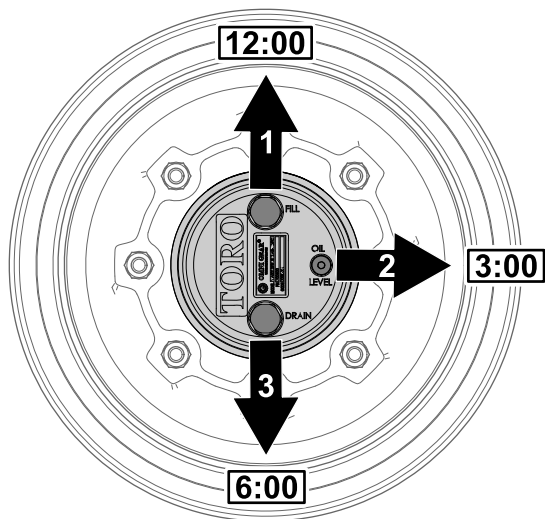

Bild 72
1. Parken Sie die Maschine auf einer ebenen Fläche und positionieren Sie das Rad so, dass die Füllschraube auf 12 Uhr, die Prüfschraube auf 3 Uhr und die Ablassschraube auf 6 Uhr steht (Bild 72).
2. Entfernen Sie die Prüfschraube, die auf 3 Uhr steht (Bild 72).
1. Parken Sie die Maschine auf einer ebenen Fläche und positionieren Sie das Rad so, dass die Füllschraube auf 12 Uhr, die Prüfschraube auf 3 Uhr und die Ablassschraube auf 6 Uhr steht, siehe Bild 72 in Prüfen des Ölstands im Planetengetriebe (Seite 75).